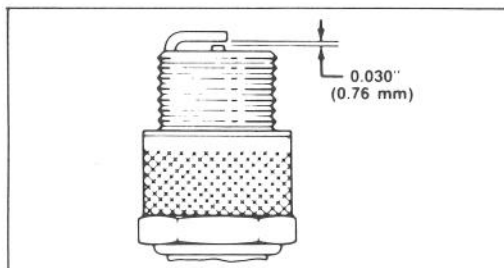

Figure 34
3. Régler l'écartement entre les électrodes de la nouvelle bougie d'allumage à 0,76 mm (Fig. 34). Puis, posez la bougie sur la culasse. Serrez la bougie à 20,4 N.m. En l'absence de clé dynamométric, serrez la bougie complètement.